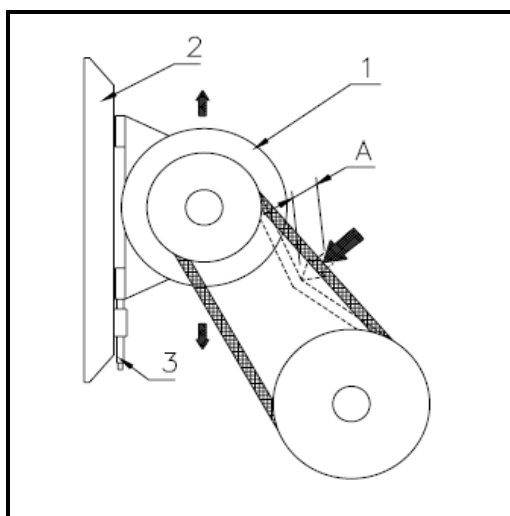
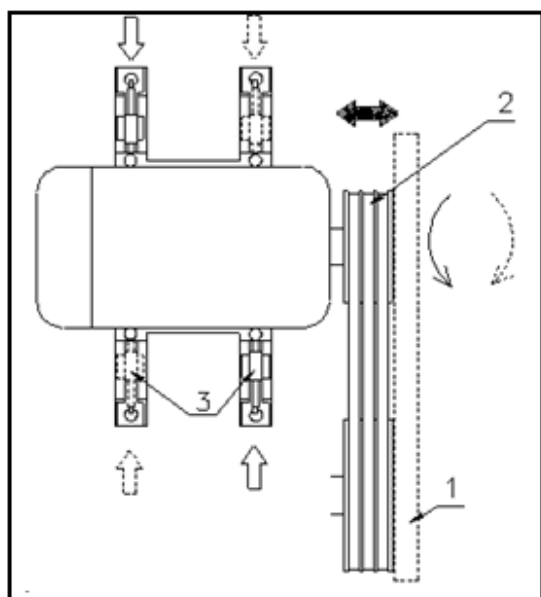

Fig. 7.8
Fig. 7.9
- Oefen een drukkracht van 75N uit op een van de V-snaren zie fig 7.8.
- De indrukking (A) moet +/- 1cm bedragen.
- Is de Indrukkings waarde te klein (V-snaar staat te strak), dan zal de elektromotor (1) iets naar beneden moeten worden geschoven.
- Bijstelling van de snaarspanning vindt plaats met behulp van de spanrails (2).
- Plaats de spanners (3) onder de motor in de rail.
- Controleer (na bijstelling) of beide snaarschijven (nog) in lijn staan (zie fig.7.9).
- Houd hiervoor een rij (1) langs beide schijven.
- Indien de motor as niet evenwijdig aan de pomp-as is, dan kan de motor gedraaid worden zoals in fig 7.9 is aangegeven. Draai hiervoor de motor bouten iets los en verstel m.b.v. de spanners (3) de motor.